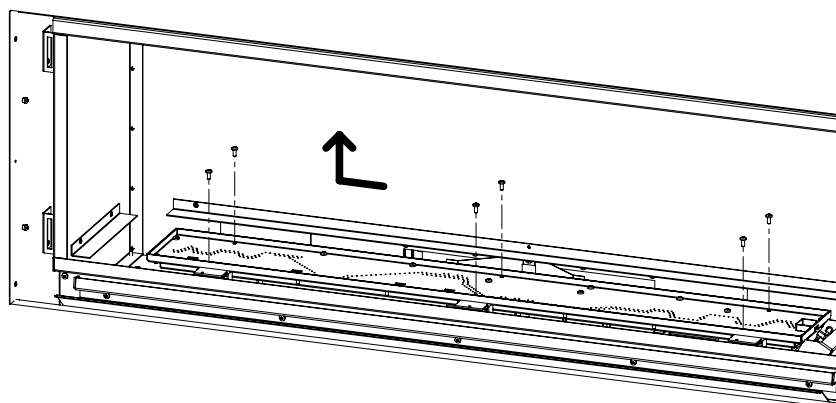

Figure 20: Retrait du brûleur
6. Retirez les six vis T-20 fixant le plateau du brûleur comme illustré à la Figure 20 ; NE retirez PAS les autres vis T-20. Une fois les vis spécifiées retirées, faites glisser le brûleur vers la gauche et soulevez-le pour le retirer.